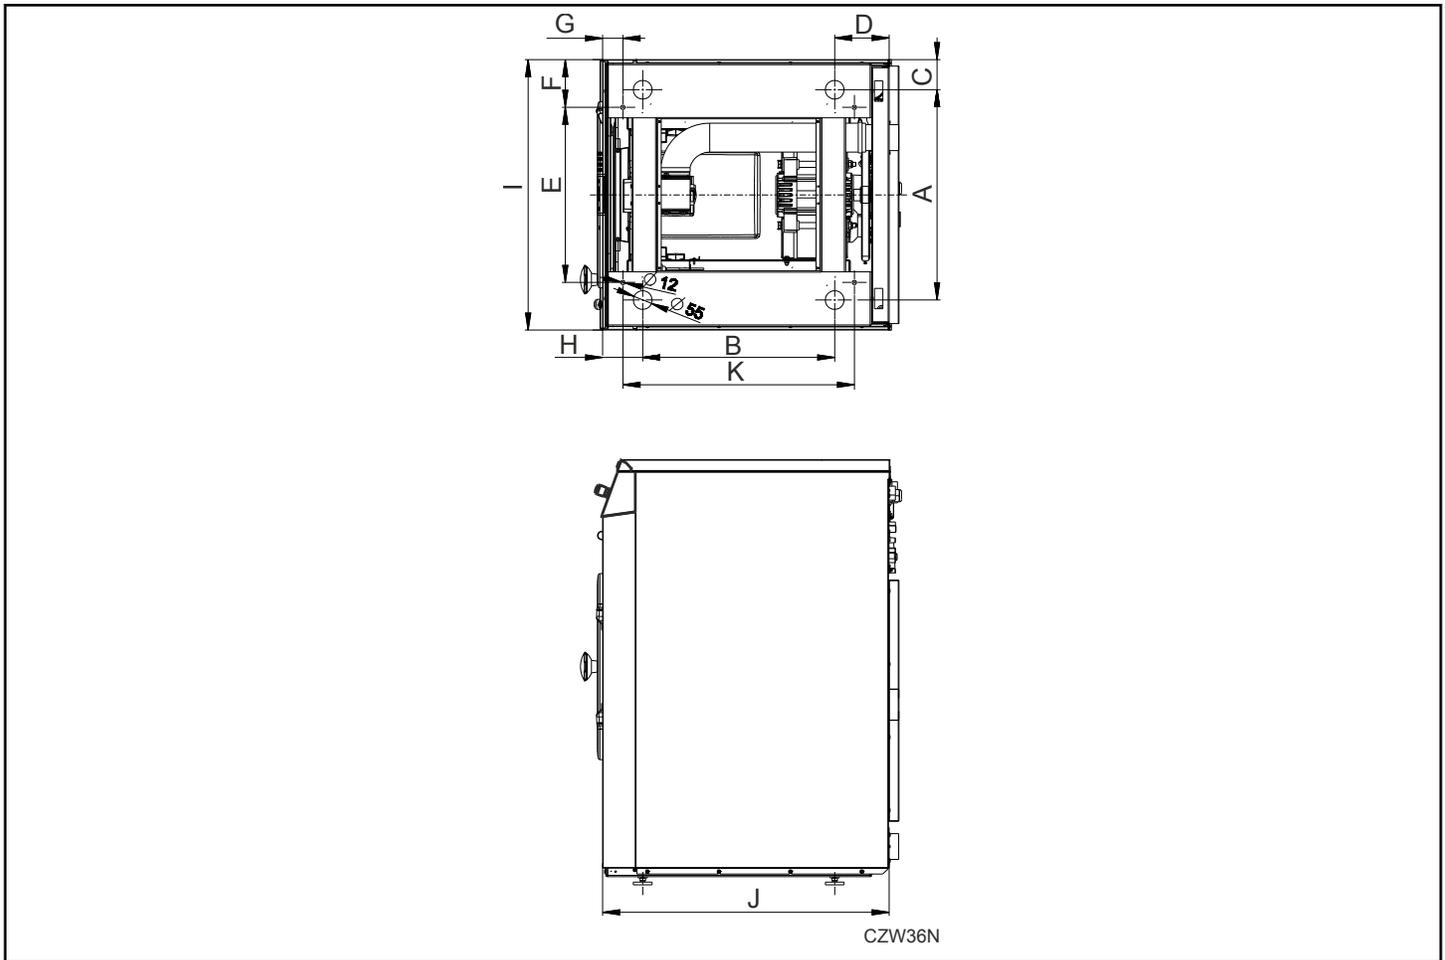

Рис. 4
1. Просверлите 2 отверстия под анкерные болты (см. *Рис. 4*). Диаметр отверстия в основании машины равен 12 мм [0,47 дюйма].